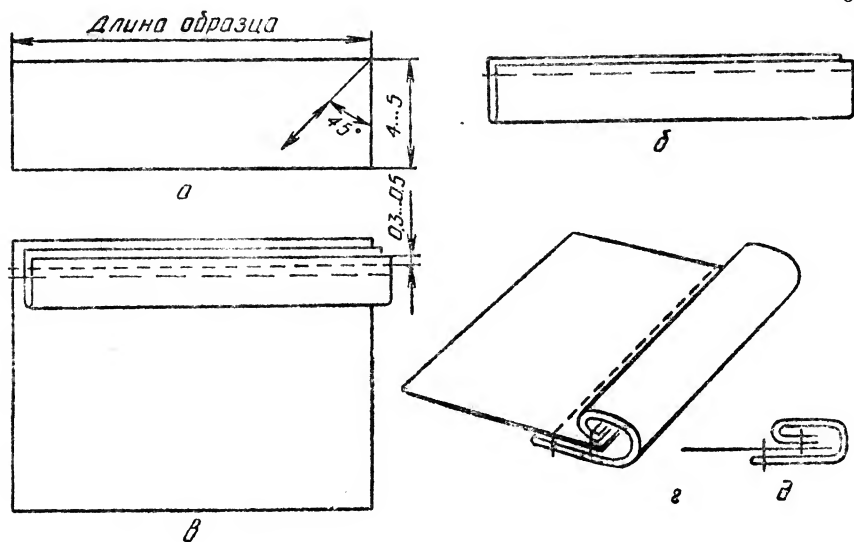

Рис. 92. Последовательность (а — г) выполнения окантовочного шва и его условное изображение (д).
Порядок выполнения работы. 1. Выкроить полоску ткани: поперечную (по направлению нити утка) или косую (под углом  $45^\circ$  к нити основы) шириной 4...5 см. Сложить ее вдоль, заметать и приутюжить (рис. 92, а, б).
2. Наложить полоску на лицевую сторону основной детали, выровнять срезы, приметать и притачать (рис. 92, в).
3. Обогнуть полоской срезы шва, выметать кант, выравнявая его ширину. Закрепить его второй строчкой с лицевой стороны в шов притачивания полоски (рис. 92, з).